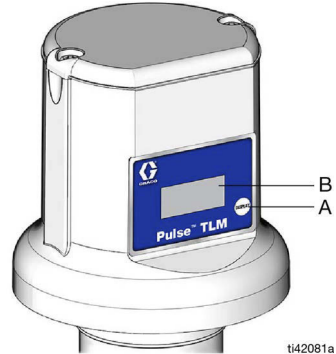

Fig. 2
2. Mantenga pulsado el botón de visualización Display (A) hasta que la pantalla (B) muestre REGISTER (registro) y suéltelo (Fig. 2). Esto puede tardar hasta 20 segundos.